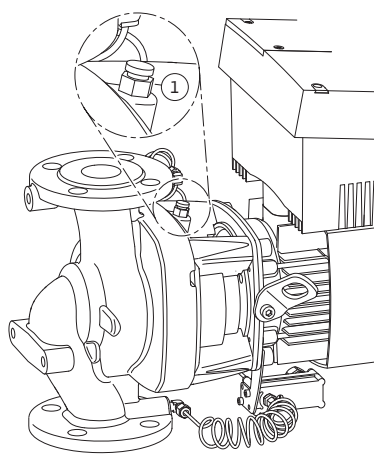

Fig. 42: Клапан для выпуска воздуха
- Удалить воздух из насоса путем открытия клапанов для выпуска воздуха (рис. 42, поз. 1). Сухой ход разрушает скользящее торцевое уплотнение насоса. На дифференциальном датчике давления запрещается удалять воздух (опасность разрушения).